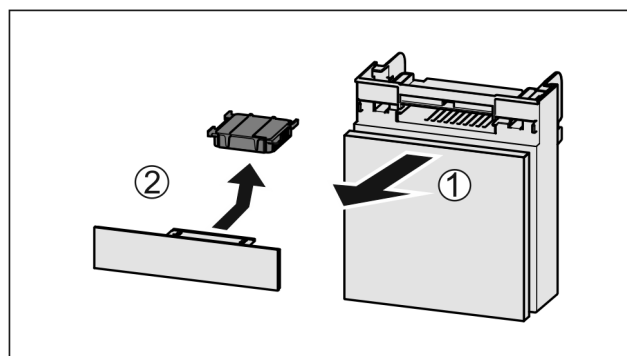

Fig. 212
- Fach nach vorne herausziehen Fig. 212 (1).
- Aktivkohlefilter entnehmen Fig. 212 (2).